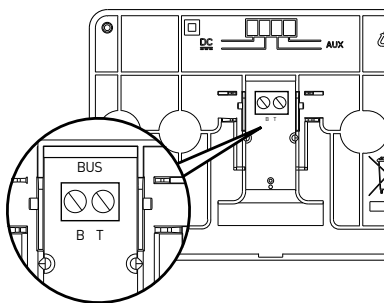

fig. 1
- collegare la coppia di fili al connettore (fig.1),